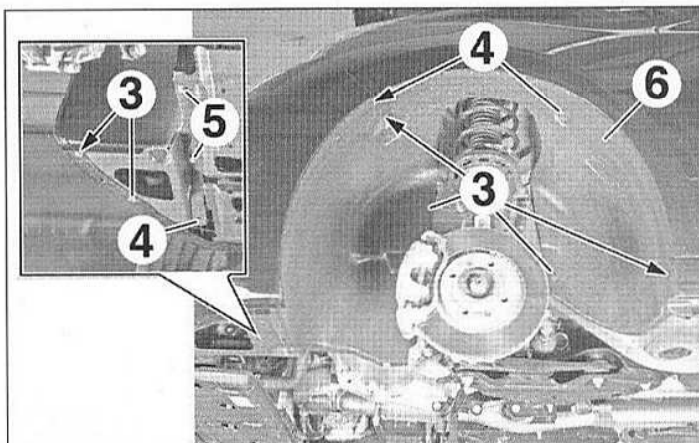
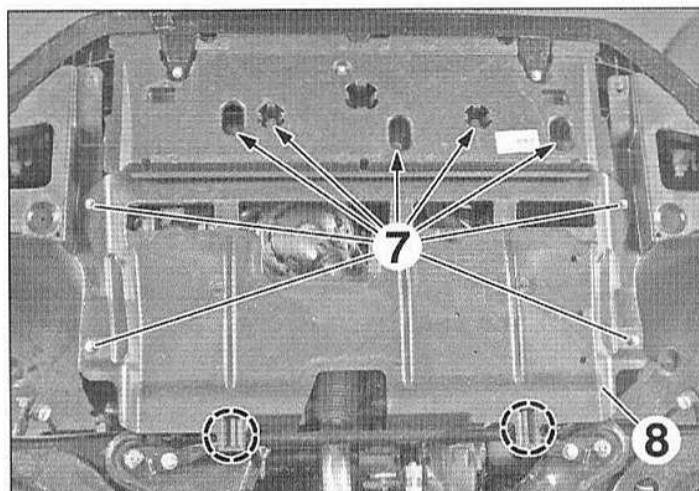
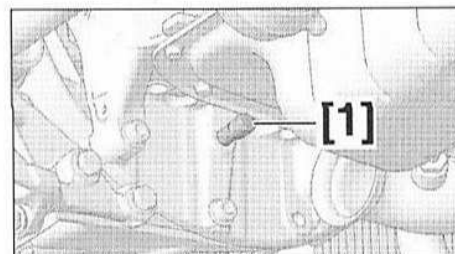

FIG.2
FIG.3
FIG.4
- Déposer (Fig.2) :
- les agrafes (3),
- les vis (4),
- selon équipement, les vis (5),
- le pare-boue (6).
- Selon équipement, déposer les vis (7) (Fig.3).
- Dégrafer et déposer la protection sous moteur (8).
- Dans cette position, introduire l'outil [1] (Fig.4).
- Reposer la vis (12).
- l'outil [1] (Fig.4),
- Mettre en place l'outil [1] (Fig.4).